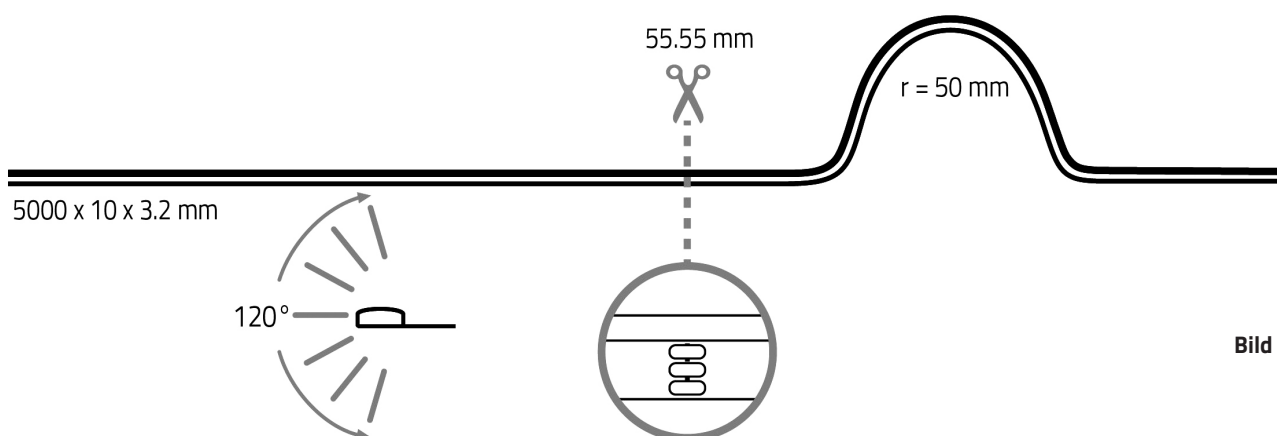

Bild 1
2. **VARDIFLEX** LED-Strip, falls erforderlich, kürzen (Bild 1).
VARDIFLEX LED-Strip kann jeweils nach **einundzwanzig LEDs (55,55 mm)** getrennt werden (Bild 1).